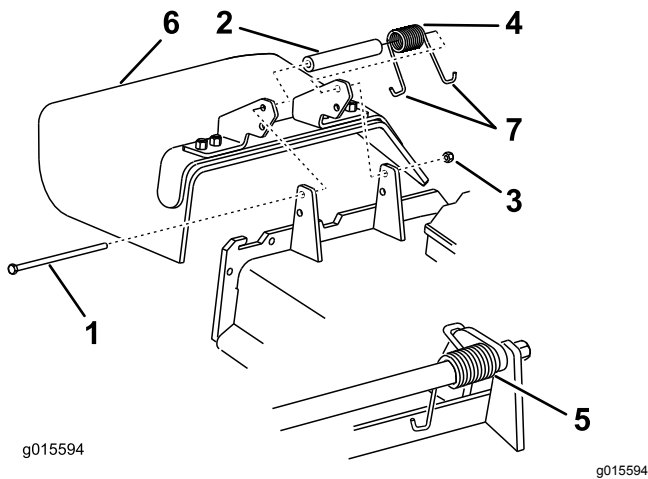

図 86
1. デフレクタをピボットブラケットに固定しているロックナット、ボルト、スプリング、スペーサを外す(図 86)。
2. 破損または古くなっているデフレクタを取り外す 図 86。
**注** 必ず、スプリングのJフック端の1つをデッキエッジの後ろに引っ掛け、それからボルトを 図 86 のように取り付けてください。
6. J 形端部のひとつをデフレクタに引っ掛ける 図 86。